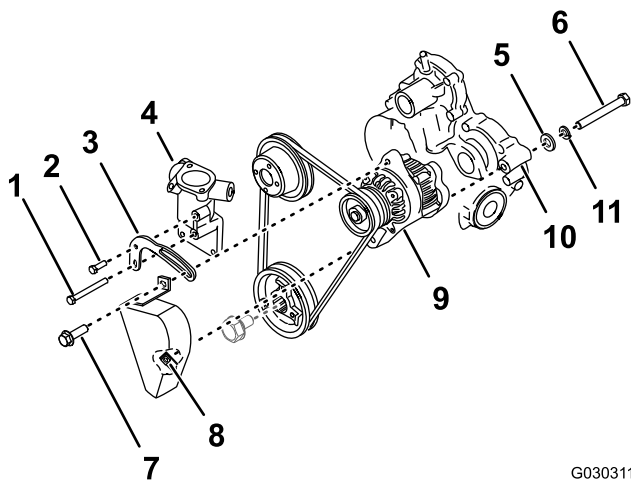

图 242
3. 从交流发电机和皮带拉紧支架拆下交流发电机锁紧螺栓 (图 242)。
4. 从节温器外壳和皮带拉紧支架上拆下短拉紧支架螺栓图 242。
5. 从气缸盖、节温器外壳和皮带拉紧支架上拆下长拉紧支架螺栓并从机器上拆下皮带拉紧支架图 242。
6. 在交流发电机的后面完全松开枢轴螺栓并从机器上取下皮带罩图 242。
7. 在支撑交流发电机的同时拆下交流发电机的枢轴螺栓、锁紧垫圈和扁平垫圈以及发动机齿轮箱图 242。